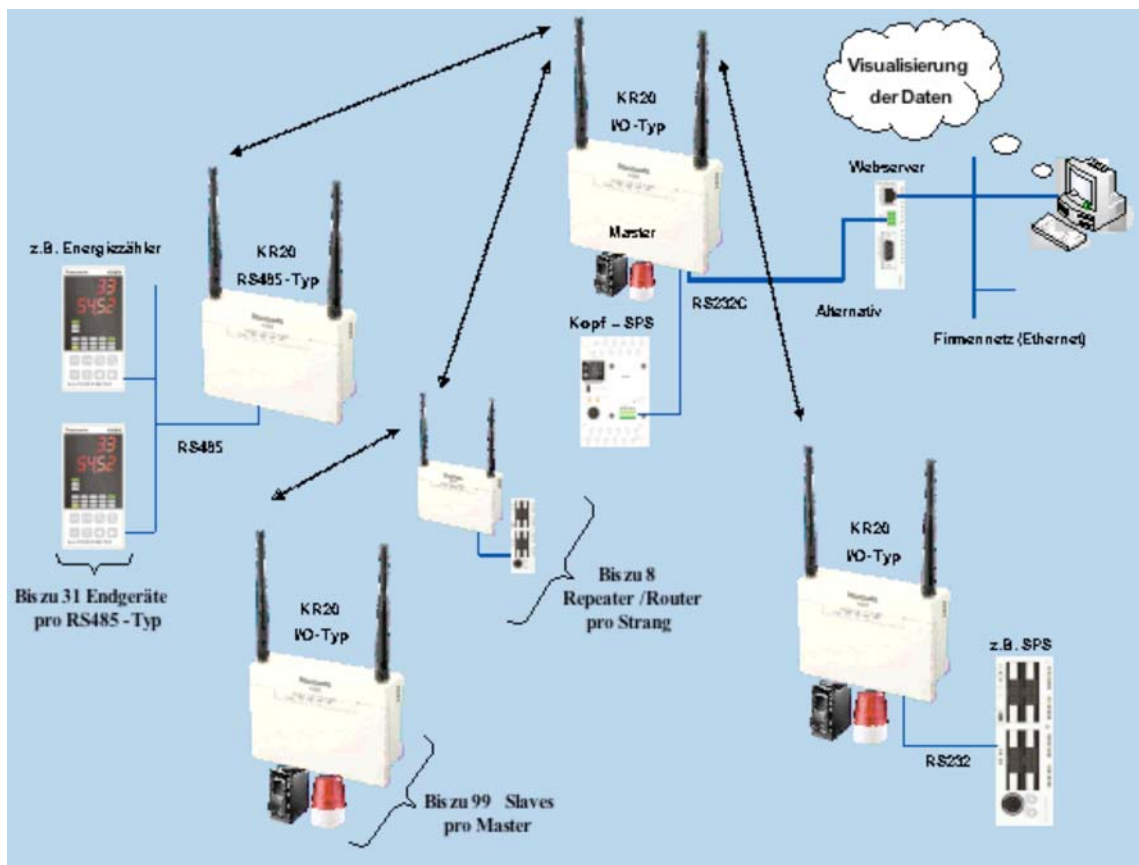

Abbildung 1 'Mixed mode'
- ∞ Gemischter Betrieb von RS485- und I/O- Typ im so genannten 'Mixed mode' in einer flexiblen 1:N Struktur mit bis zu 99 Endgeräten (**Abbildung 1**)